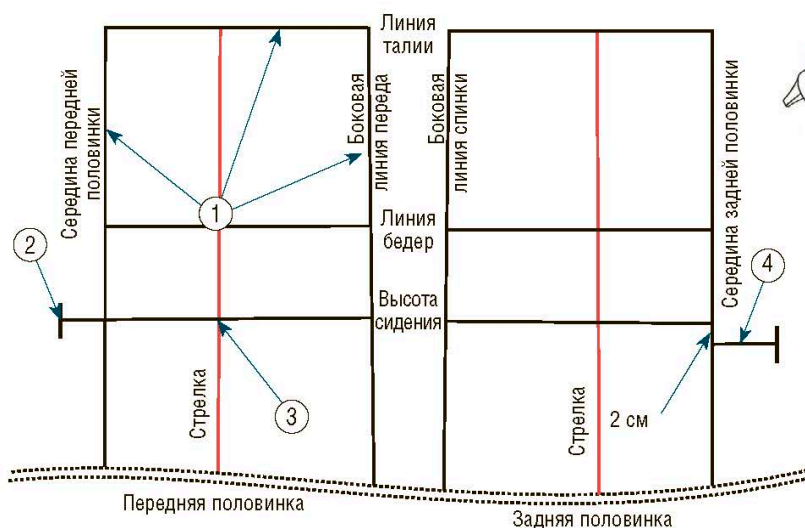

Рис. 1
② Продлите линию высоты сидения в сторону средней линии задней половинки брюк на расстояние, равное $1/20$ обхвата бедер минус 1 см. Например, при обхвате бедер, равном 102 см, $102 : 20 = 5,1$ см и $5,1 - 1 = 4,1$ см. Отметьте этот отрезок засечкой.
③ Чтобы отметить центральную линию брюк, сложите две мерки: $1/4$ обхвата бедер и отрезок, добавленный к линии сидения, затем разделите полученный результат на 2. В нашем примере: обхват бедер $102 : 4 = 25,5$ см; $25,5 + 4,1 = 29,6$ см, $29,6 : 2 = 14,8$ см. Нанесите эту мерку на линию талии от линии бокового шва, затем опустите вертикаль (обозначена красным на рис. 1).
④ Продлите линии бедер и сидения, затем с помощью кальки или ролика скопируйте выкройку задней половинки брюк, как показано на рис. 1. Начертите короткую линию, параллельную линии высоты сидения, на 2 см ниже, и отметьте на ней отрезок, равный $1/20$ обхвата бедер плюс 2 см. В нашем примере: $102 : 20 = 5,1$; $5,1 + 2 = 7,1$ см. Отметьте эту точку вертикалью.